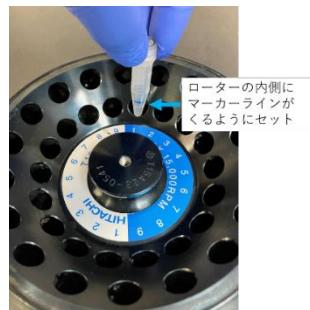

図 3. 遠心ローターへのセット
- (11) 検体をボルテックスした後、マークをした Tube に検体を 1 mL ずつ分注して下さい。
- (12) 油性ペンでラインをつけた側 (目盛りがある側) を遠心ローターの内側になるようにセットして下さい (図 3 参照)。
- (13) 集菌のため 1,200 x g、10 分、室温 (20 - 27°C) の条件で遠心して下さい。
- (14) ゆっくり遠心ローターごと安全キャビネット内に移して下さい。その後、マーカーラインを手前に向けて Magnet Stand にゆっくり移し替えて下さい。(15) の操作が行いやすいため、Magnet Stand を使用することを推奨します。
- (15) Magnet Stand にセットしたまま、スクリューキャップを外して、電動マイクロピペットを用いて 0.8 mL 上清を除去して下さい。